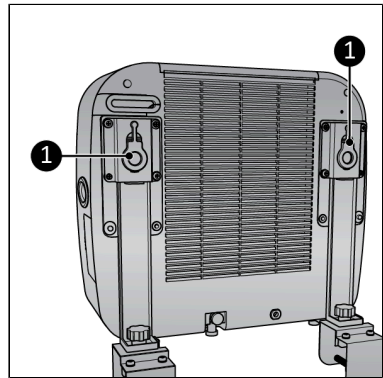

Figure 139.
Gummikrokene (Figure 139, pos. 1) kan brukes til å montere de øverste campingvognbrakettene på innendørsenheten.